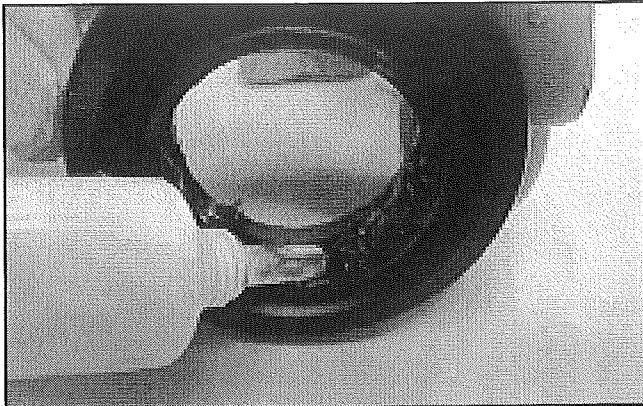

FIGURE 17
29. Localiser le joint de cuve et le graisser. Appliquer la graisse dans les deux cavités à l'intérieur de la lèvre du joint de cuve. Voir *Figure 17*.